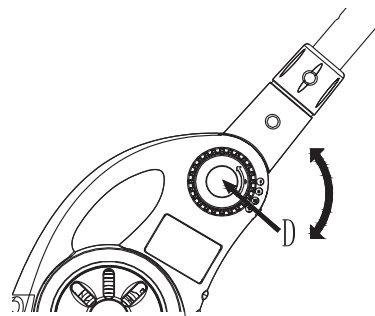

Fig. 11
1. Oprima el botón de ajuste (D) en la parte inferior del eje.(Fig. 11)